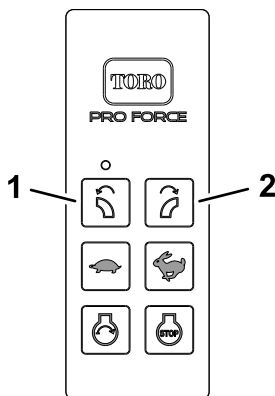

Figure 51
- Appuyez simultanément sur les boutons de ROTATION À GAUCHE et ROTATION À DROITE de l'embout (Figure 51).
- Appuyez de manière prolongée sur le bouton de ROTATION À GAUCHE (Figure 51).
- Maintenez le bouton de ROTATION À GAUCHE enfoncé (Figure 51) et tournez la clé de contact à la position CONTACT.
- Relâchez le bouton de ROTATION À GAUCHE (Figure 51) et tournez la clé de contact à la position ARRÊT.